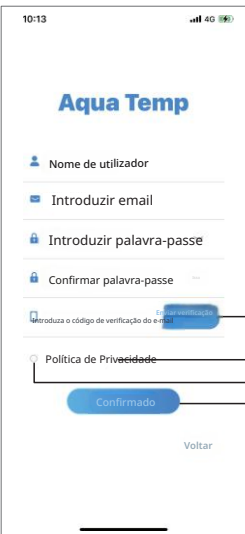

Fig. 2 Interface de registo de conta
- 9.. Clique em "Confirmado", o emparelhamento do dispositivo está concluído (Fig.2)
- 11.1. Clique no dispositivo para aceder diretamente à interface principal do dispositivo (Fig.2)